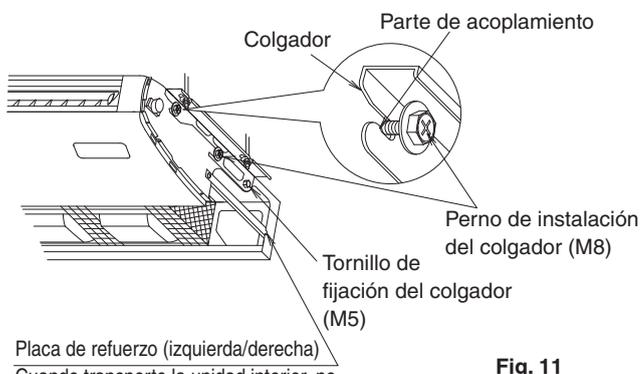

Fig. 11
(Refiérase a la Fig. 11)
(3) Apriete los tornillos de sujeción del colgador (M5) en los 2 puntos que se retiraron anteriormente, del mismo modo que estaban. (Refiérase a la Fig. 11)
(4) Ajuste firmemente los pernos de instalación del colgador (M8) en los 4 puntos. (Refiérase a la Fig. 11)